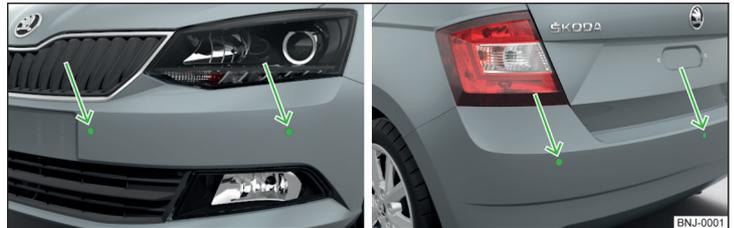

Abb. 127 **Verbautort der Sensoren auf der linken Fahrzeugseite: vorn/hinten**
- Die Systemsensoren » Abb. 127 auf Seite 108 sauber, schnee- sowie eisfrei halten und mit keinerlei Gegenständen abdecken, anderenfalls kann die Systemfunktion eingeschränkt sein.
Das System berechnet mithilfe von Ultraschallwellen den Abstand zwischen dem Stoßfänger und einem Hindernis. Die Ultraschallsensoren befinden sich je nach Fahrzeugausstattung im hinteren bzw. auch im vorderen Stoßfänger » Abb. 127.